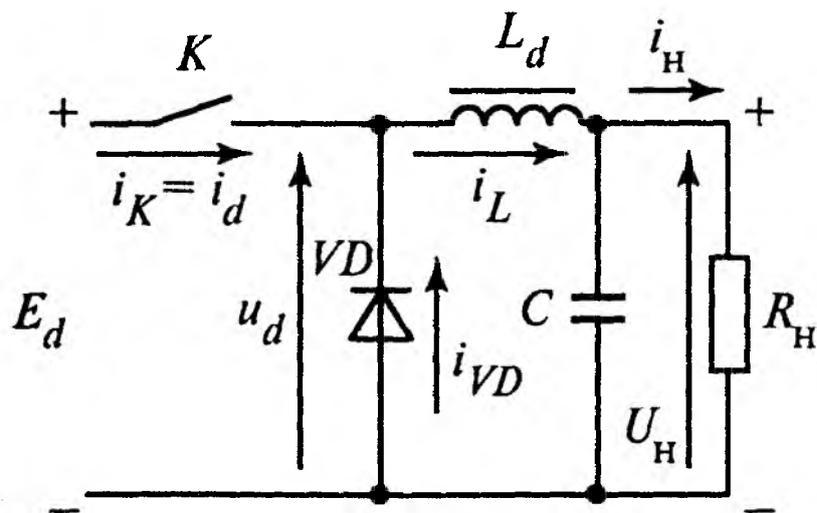

Рис. 6
10. Напряжение источника питания ИРПН первого типа (рис.6)  $E_d = 12$  В и изменяется от  $E_d$  до  $0,8E_d$ , ток нагрузки  $I_H = 1$  А, напряжение на нагрузке  $U_H = 5$  В, частота переключения ключа  $K f = 1000$  Гц. Определить: 1) изменение коэффициента заполнения  $\gamma_{\min} - \gamma_{\max}$  для получения стабильного напряжения на нагрузке; 2) время импульса  $t_{\text{и}}$  и время паузы  $t_{\text{п}}$  при  $E_d = 12$  В; 3) необходимое значение индуктивности  $L$ , обеспечивающее колебания тока нагрузки  $I_{\max} - I_{\min} = 0,01I_H$  при  $E_d = 12$  В.